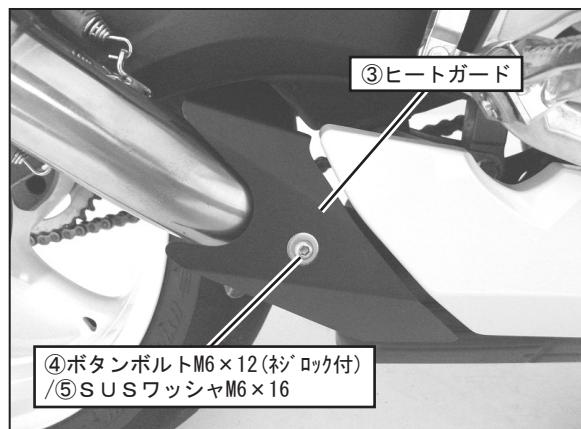

FIG. 9
8. ③ヒートガードを車両のヒートガード取り付け位置に、
④ボタンボルトM6×12(ネジロック付)、⑤SUSワッシャM6×16を使用して取り付け、規定トルクで締め付けて下さい。 (FIG. 9 参照)